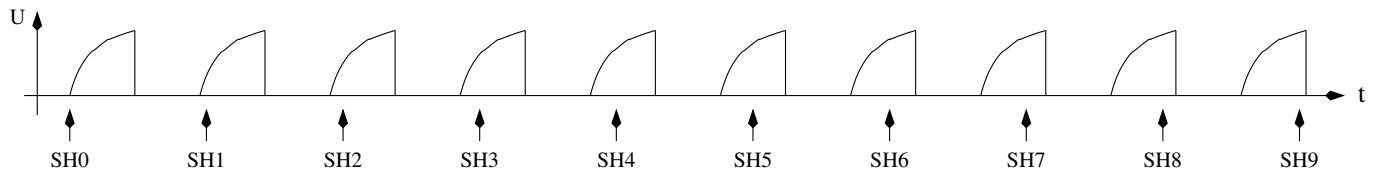

Abbildung 5.30. Abtasten eines Spannungsverlaufs mit der Samplingmethode
Der Funkamateuer Pieter-Tjerk (PA3FWM) hat für die Messung sehr kleiner Kapazitäten ($< 100\text{pF}$) mit hoher Auflösung die Fähigkeiten des Testers um die Sampling ADC Methode erweitert. Die Wandlungsdauer des ADC reicht eigentlich nicht aus, um schnelle Vorgänge abtasten zu können. Bei der Abtastung der Spannung wird das Eingangssignal aber zu einer exakt festgelegten Zeit abgetastet, der Sample und Hold Zeit (SH). Der ADC braucht für eine komplette Wandlung 13 Takte, wobei der ADC Takt durch Teilung des Prozessortaktes durch 128 oder 64 gewonnen wird. Die Abtastung des Spannungswertes findet immer genau bei ADC-Takt Nummer 1.5 statt. Wenn nun das abzutastende Spannungssignal immer wieder neu erzeugt werden kann, kann man durch Verschiebung der Abtastzeit das komplette Signal mit dem Raster der Verschiebung abtasten. Eine normale ADC-Wandlung dauert bei 8 MHz Prozessortakt $13 \times 64 = 832$ Taktzyklen. Wenn das Signal nun mit einem 831 Takten Zyklus wiederholt wird, würde die ununterbrochene ADC-Wandlung (Freilauf-Modus) das Signal bei jeder fortlaufenden Wandlung einen Prozessortakt später abtasten. Mit dieser Methode muß dafür gesorgt werden, daß die erste ADC-Abtastung des Signals zu der gewünschten Startzeit beginnt. Die Zeiten der fortlaufenden ADC Werte verschieben sich dann jeweils um einen Prozessortakt relativ zum neu erzeugten Signal. Wenn die Wiederholung des Signals gut gelingt, entspricht das aus vielen Signalwiederholungen zusammengesetzte Signal dann dem ADC Signal, das mit Prozessortakt (8 MHz) abgetastet und gewandelt würde. Die Abbildung 5.30 zeigt das Prinzip der Abtastung mit einem zehnmal wiederholten Signal um daraus 10 Abtastwerte (SH0 - SH9) zu gewinnen. Für den